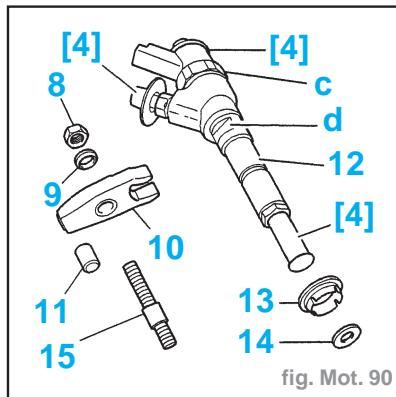

fig. Mot. 90
**Impératif** : Ne pas intervenir sur l'écrou (c) (fig. Mot. 90).